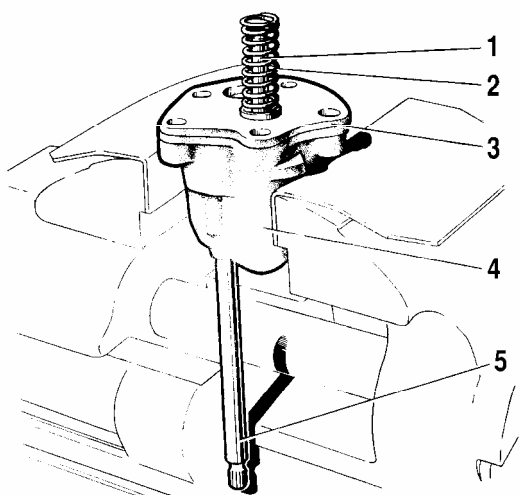

Рис. 2-69. Разборка масляного насоса:
- снимите крышку 3 (рис. 2-69) корпуса насоса и выньте из корпуса валик насоса с ведущей шестерней и ведомую шестерню.